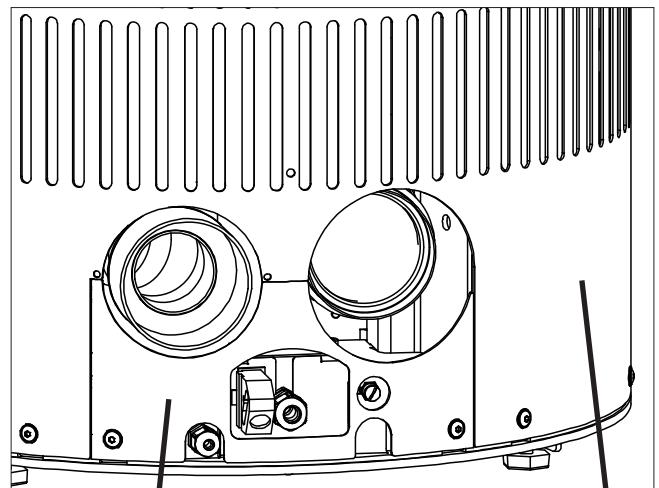

Fig.2 Cache Paroi arrière basse
- Déposer la paroi arrière basse et le cache (Fig.2).